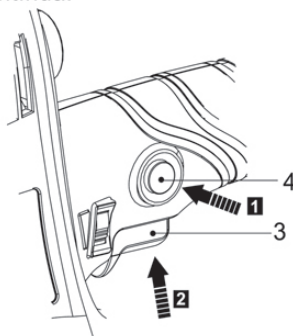

Fig. 11
- > Pressione o botão de bloqueio/desbloqueio (4) e mantenha-o nesta posição (Fig. 11, passo 1).
- > Pressione o interruptor de ligado/desligado (3) para ligar o produto (Fig. 11, passo 2). Depois, solte o botão de bloqueio/desbloqueio (4).
- > Solte o interruptor de ligado/desligado (3) para desligar o produto.
- > Pressione o interruptor de ligado/desligado (3) para ligar o produto e mantenha-o nesta posição. Press the lock off/on button (4) again to lock the on/off switch (3) for continuous use.
- > Pressione e solte o interruptor de ligado/desligado (3) para desligar o produto.